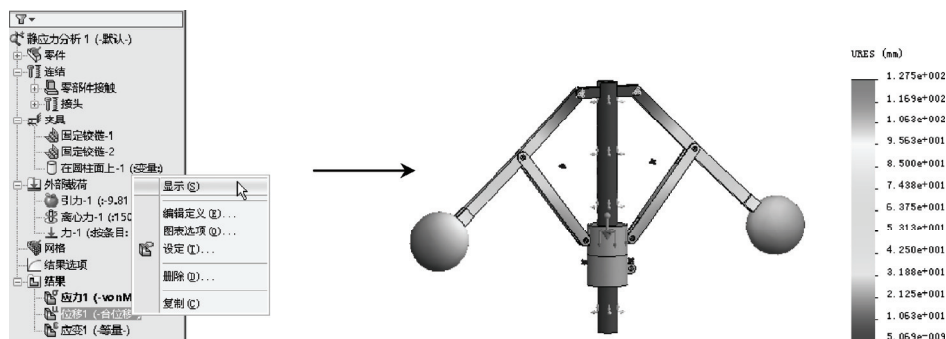

图 9-40 查看位移操作
STEP 14 右键单击“算例”树中“结果”中的“位移 1”项，在弹出的快捷菜单中选择“显示”菜单项，显示零部件的位移有限元分析图例，从图例中可知，模型中最大位移为 127mm，如图 9-40 所示，但是此值并非轴套的移动距离，所以需要继续进行操作。